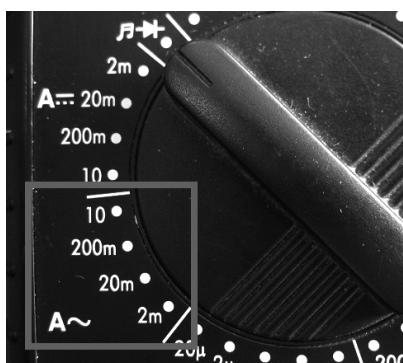
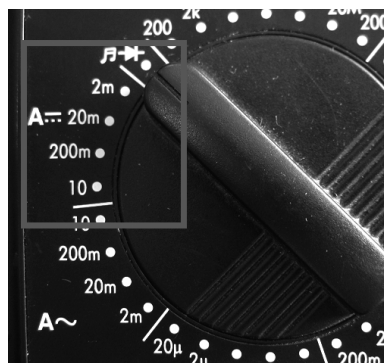

图 1-24 交流挡
图 1-25 直流挡
(3) 电流挡的使用与注意事项。数字式万用表电流挡分为交流挡与直流挡两个,当测量电流时,必须将数字式万用表旋钮打到相应的挡位上才能进行测量,如图 1-24 和图 1-25 所示。